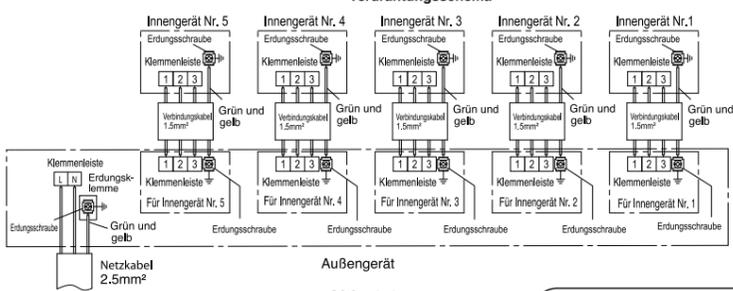

Abb. 1-1
- (1) Die Terminalblöcke für den Anschluss der Innen- und Außenkabel sollten wie in der Abbildung dargestellt entsprechend dem Nummerierungssystem des Geräts in der Reihenfolge 1, 2, 3, 4, 5 von der rechten Seite aus installiert werden. Der linksseitige Terminalblock ist für den Netzanschluss.
- (2) Die elektrische Verdrahtung gemäß Abb. 1-1 zwischen dem Innengerät und dem Außengerät anschließen. Niemals die elektrische Verdrahtung falsch ausführen. Eine falsche Verbindung wird die Einheit veranlassen, richtig nicht zu funktionieren, und kann Funktionsstörung verursachen.
- (3) Das Verbindungskabel muss durch das Band am Anschlussklemmenbrett befestigt werden.